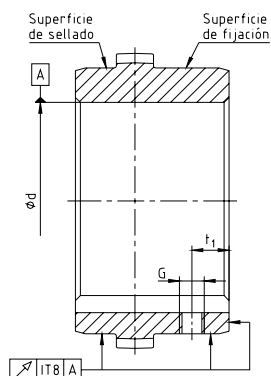

figura 19:
- Coloque un tornillo prisionero de fijación según DIN EN ISO 4029 o una placa para asegurar los mangones axialmente (ver figura 19 a 22 y tabla 11 y 12).